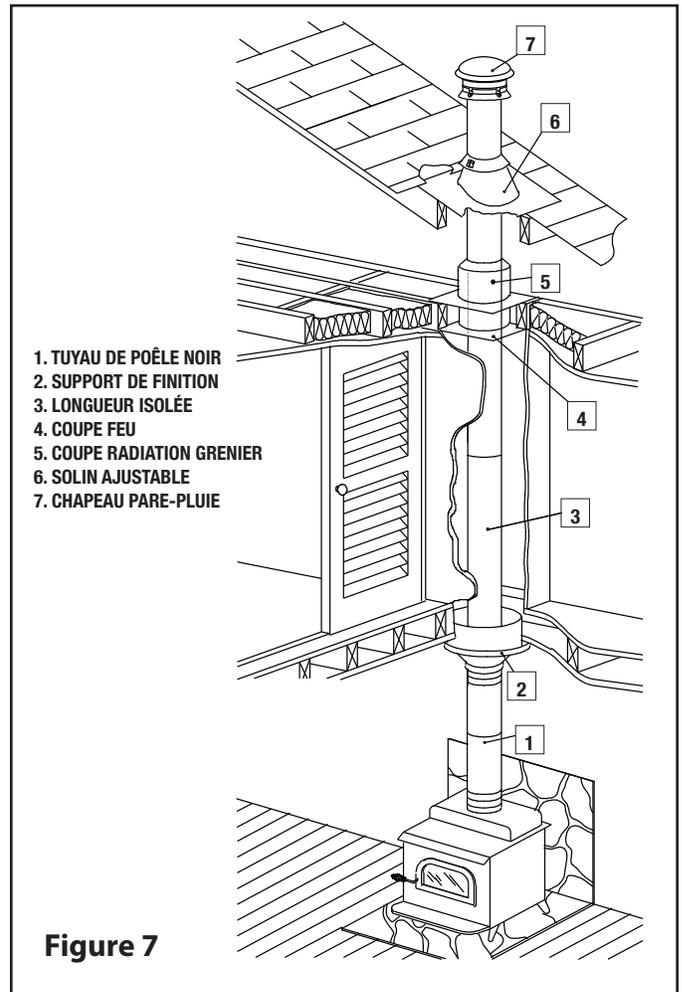

Figure 7
Étape 5 : Installez, par dessous, un coupe-feu (FS) dans chacun des planchers que la cheminée traverse (voir Fig 7).